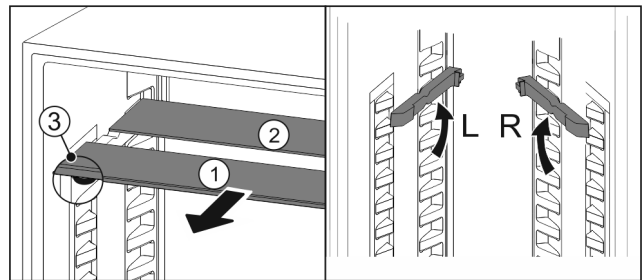

Fig. 92
- Sortir les tablettes par l'avant Fig. 92 (1).
- ▷ La tablette en verre Fig. 92 (1) avec bordure décorative est située à l'avant.
- ▷ Les butées Fig. 92 (3) sont orientées vers le bas. Appareil avec compartiment congélateur :*